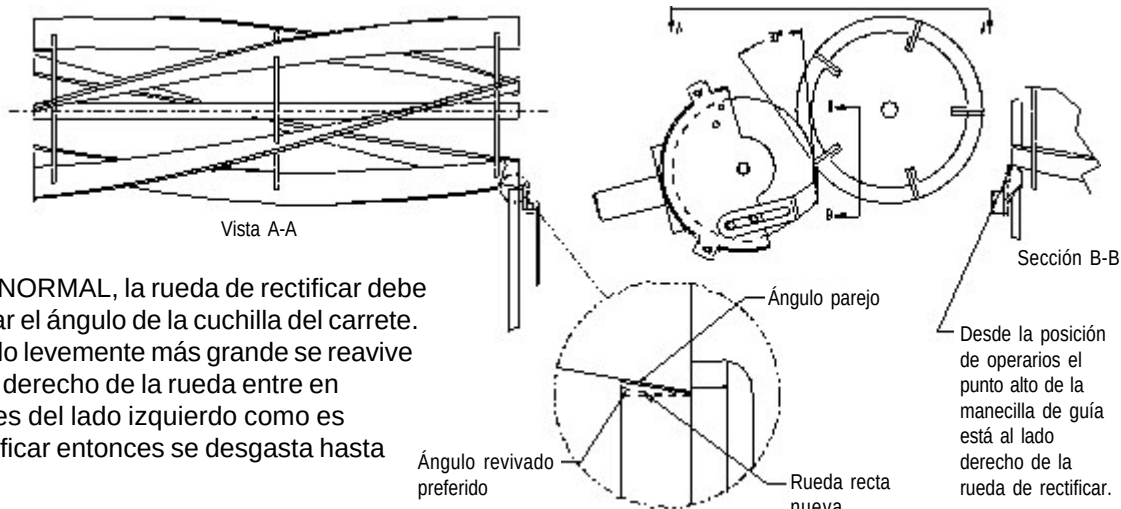
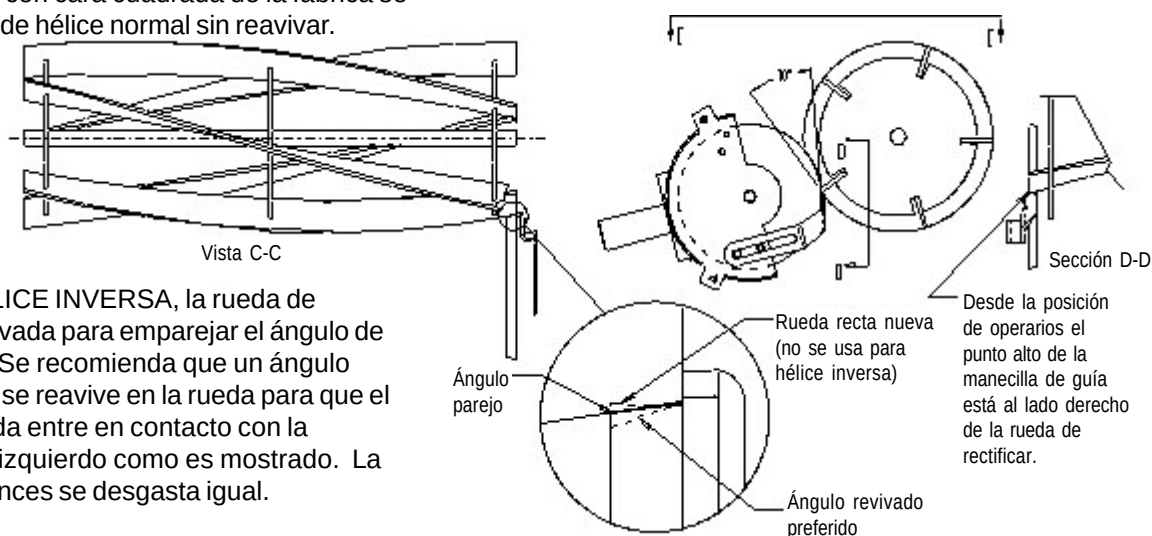

FIG. 28
FIG. 29
A. Verifique para ver si su unidad de segadora es de hélice normal o inversa. NOTA: Cuando usted mira la manecilla de guía en la FIG. 28 muestran la hélice normal del carrete. El punto alto de la manecilla de guía está a mano derecha de la rueda de rectificar. Vea la FIG. 29 para hélice inversa. La mayoría de las unidades de segadora son de hélice normal.
El punto alto de la manecilla de guía siempre debe de estar en el rincón de la rueda de rectificar que hace el contacto con el carrete. (Vea FIG. 28 y 29)